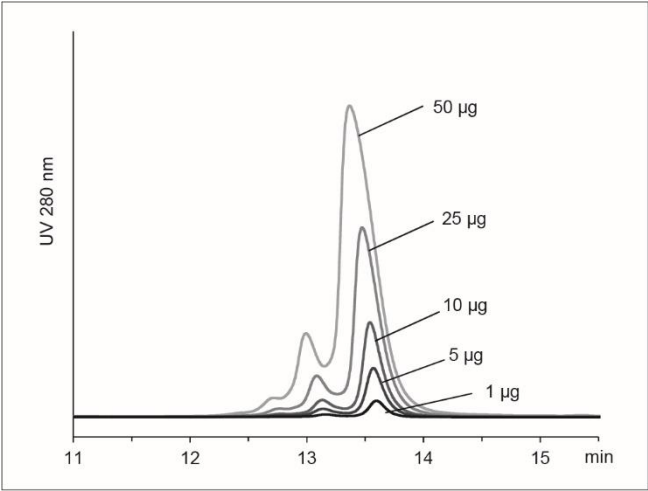

图 4 样品载量对色谱图的影响
0.5 mL/min 下清洗时,建议一次测定的样品载量是 1 μg~50 μg.图 4 是单克隆抗体上样量发生变化时的色谱图.虽然洗脱峰的分离度都相同,但随着样品上样量的增加,保留能力会稍微下降.